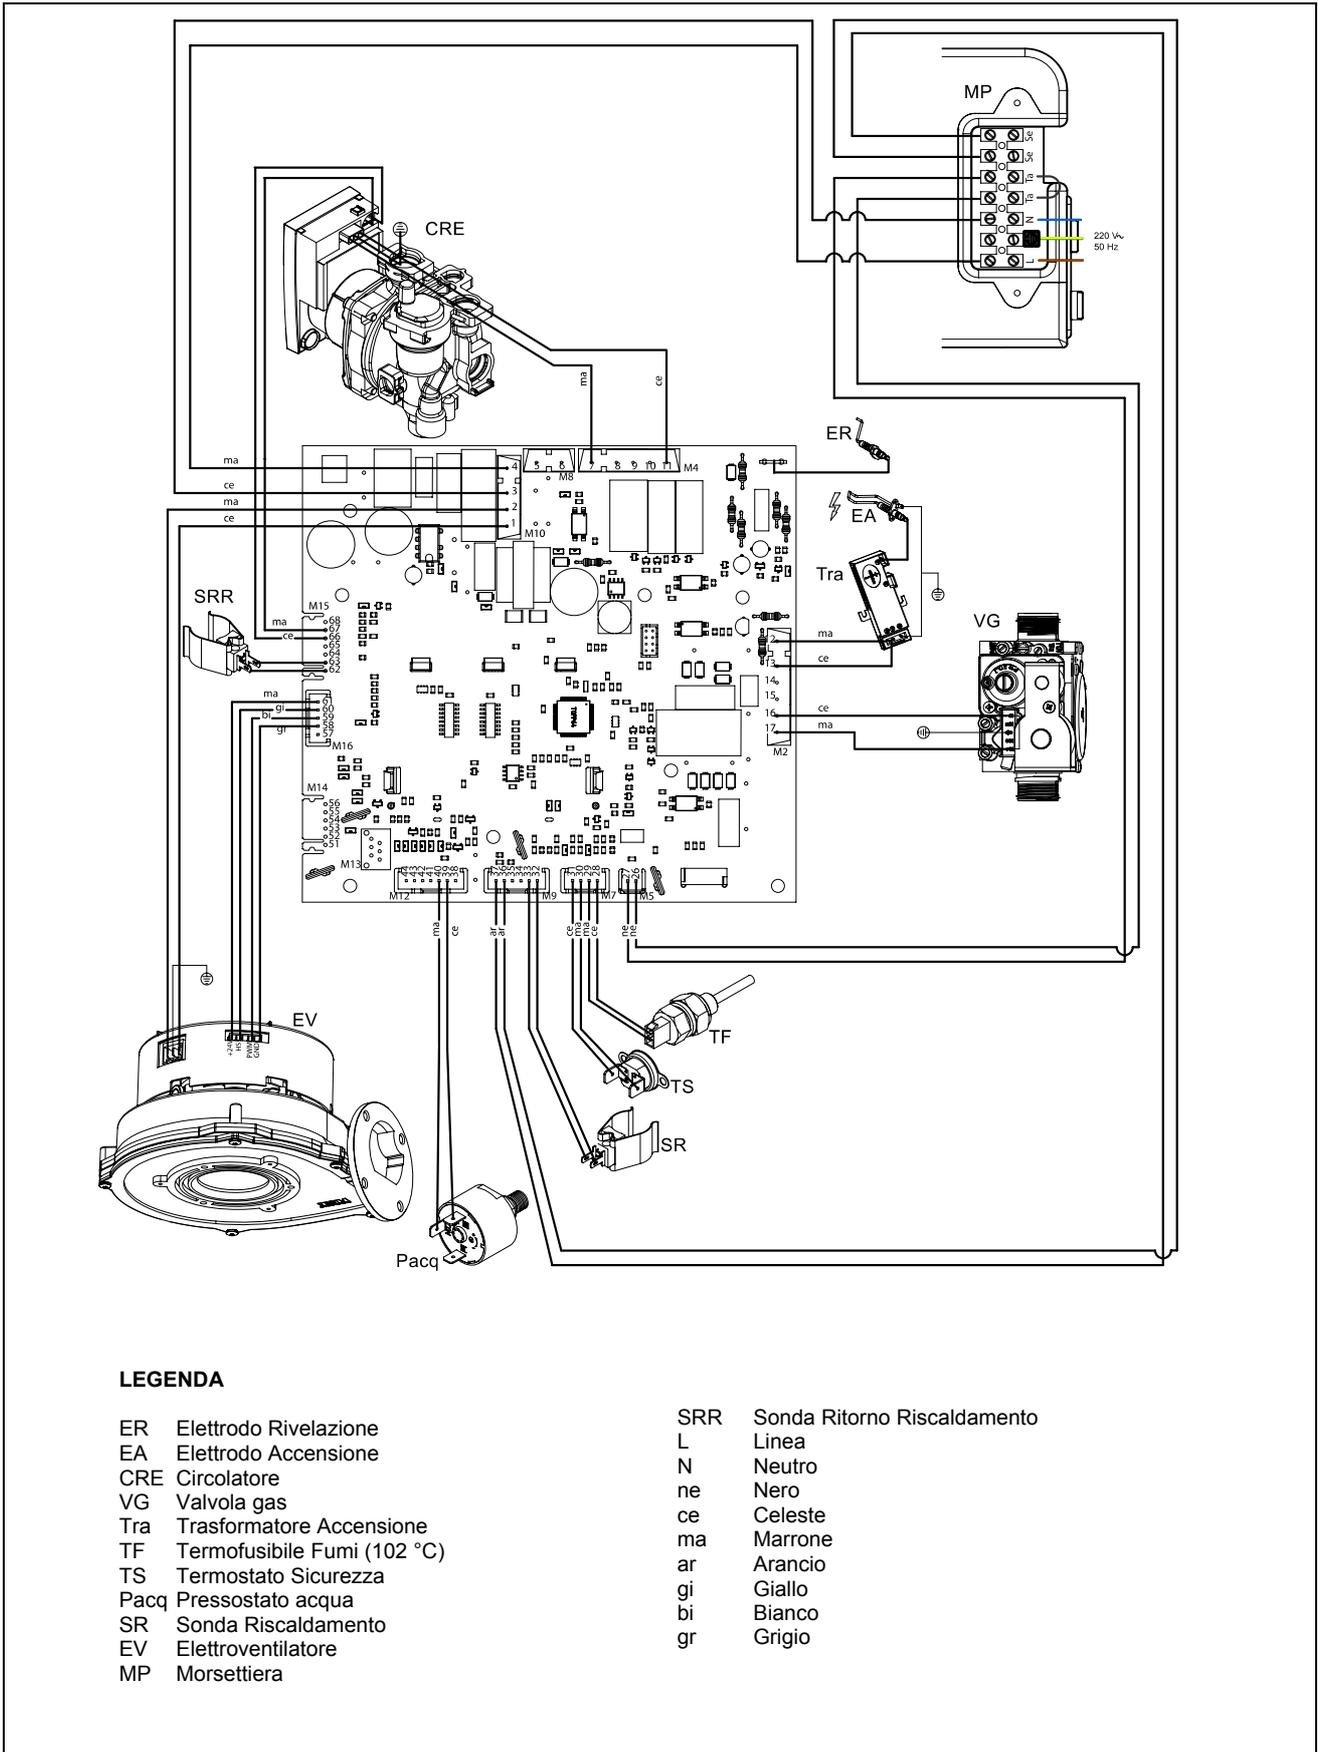
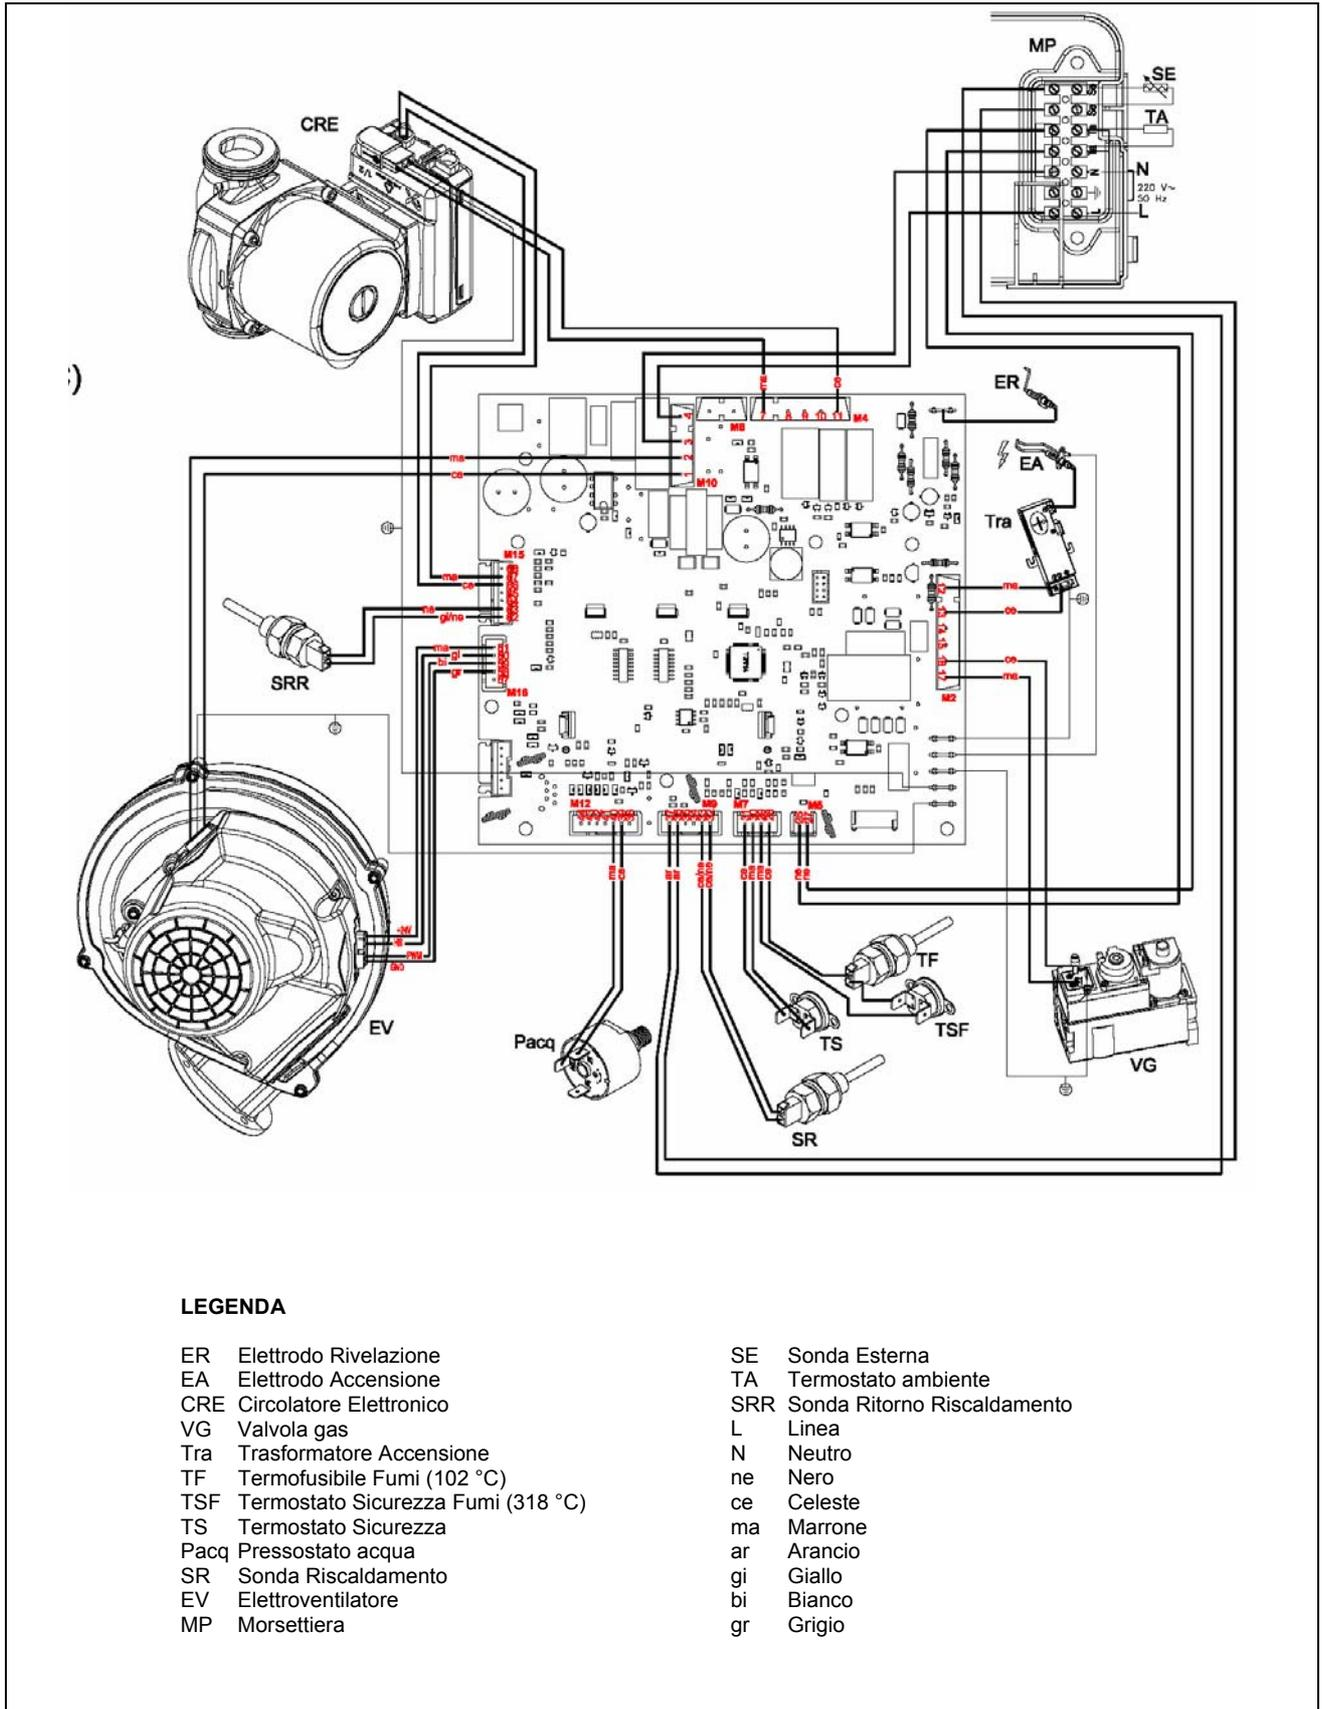

Figura 20 – SCHEMA COLLEGAMENTI ELETTRICI CALDARIA 55.1
Figura 21 – SCHEMA COLLEGAMENTI ELETTRICI CALDARIA 100.1
- Effettuare il collegamento del modulo esterno alla rete elettrica attraverso la morsettiera posta sul lato destro della caldaia, secondo lo schema riportato in Figura 20 e Figura 21 a pagina 38 e 39, utilizzando un cavo idoneo alla massima potenza assorbita dichiarata in targa dati e comunque non inferiore a 3x0,75 mm2.
Collegare ai morsetti TA (come indicato in Figura 20 e in Figura 21 a pagina 38 e 39, tramite cavo bipolare) un consenso esterno, quale cronotermostato, orologio programmatore o altro tipo di consenso; alla chiusura del consenso la caldaia entrerà in funzione.
Collegare ai morsetti TA (come indicato in Figura 20 e in Figura 21 a pagina 38 e 39, tramite cavo bipolare) il Comando Remoto; per le funzioni disponibili vedere il Libretto d'istruzione del Comando Remoto il cui utilizzo consente di regolare il funzionamento della caldaia sulla temperatura desiderata, nella programmazione oraria scelta e fornisce una serie di informazioni sullo stato di funzionamento e/o di sblocco della caldaia.
- svitare le viti e rimuovere il coperchietto della morsettiera MP (Figura 20 e Figura 21 a pagina 38 e 39)
E' possibile fare funzionare la caldaia con una temperatura dell'acqua in mandata variabile in funzione della temperatura esterna. Per fare questo è necessario installare una sonda di temperatura esterna (disponibile come optional) e collegarla all'apposita morsettiera predisposta sulla caldaia (Figura 20 e Figura 21).